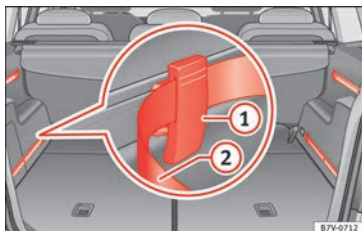

Fig. 169 En el maletero: sistema con raíles, elementos de fijación ajustables ① y cinturón tensor ajustable ②.
- Coloque un elemento de fijación con las roderas hacia arriba » **fig. 169** ① en la parte superior de la guía y presione hacia abajo.